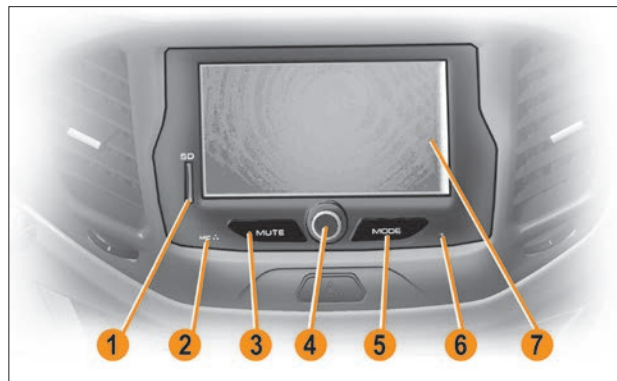

Рис. 3. Внешний вид и форма MMC с навигационной системой
2.1.1 Включение MMC с навигационной системой осуществляется кратковременным нажатием (1-2 сек.) на ручку энкодера 4 (рис. 3).
2.1.3 Для выключения MMC с навигационной системой одновременно нажмите ручку энкодера **4** (рис. 3) и удерживайте ее в нажатом положении до выключения дисплея.
2.1.4 Для перезагрузки MMC с навигационной системой тупым тонким стержнем нажмите и удерживайте в течение 2-3 сек. кнопку Reset **6** (рис. 3). После перезагрузки MMC с навигационной системой переходит в режим «Радио» с прослушиванием первой сохраненной радиостанции.